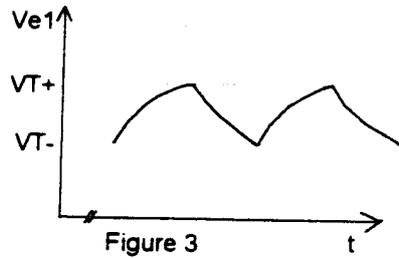

Figure 3
La tension d'entrée de la porte, V_{e1} , oscille entre les seuils de commutation V_T^+ et V_T^- et la tension de sortie, V_{S1} , bascule entre 0 et V_{DD} (figures 3 et 4, page 12).
- II-1 Replacer sur le document réponse fourni, en concordance de temps, les tensions V_{e1} et V_{S1} des figures 3 et 4, page 12